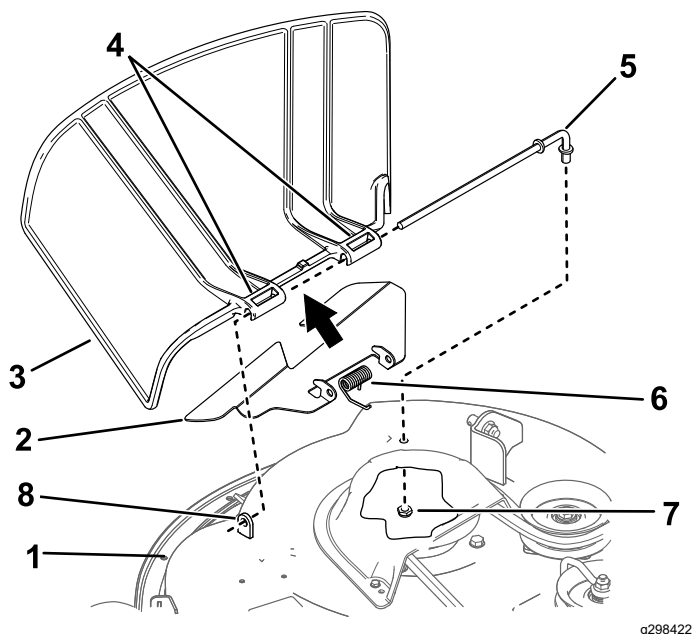

Bild 75
1. Nehmen Sie die Mutter ($\frac{3}{8}$ ") aus der Stange unter dem Mähwerk ab (Bild 75).
- Schieben Sie die Stange aus dem kurzen Vorsprung, der Feder und Drehzapfen (Bild 75).
- Montieren Sie das neue Ablenkblech (Bild 75).
- Schieben Sie die Stange durch den zweiten Drehzapfen am Grasablenkblech (Bild 75).
- Befestigen Sie das hintere Stangenende mit einer Mutter ($\frac{3}{8}$ ") am Mähwerk, wie in Bild 75 abgebildet.